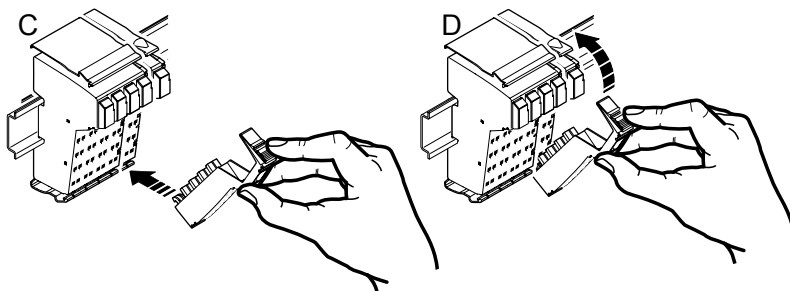

Abb. 10-11: Stecker befestigen
4. Setzen Sie dabei zuerst die vordere Stecker-Keilverrastung in den vorderen Ausrastmechanismus (C in Abbildung 10-11).
5. Drücken Sie den Stecker in Richtung Klemme, bis der Stecker im hinteren Ausrastmechanismus einrastet (D in Abbildung 10-11).